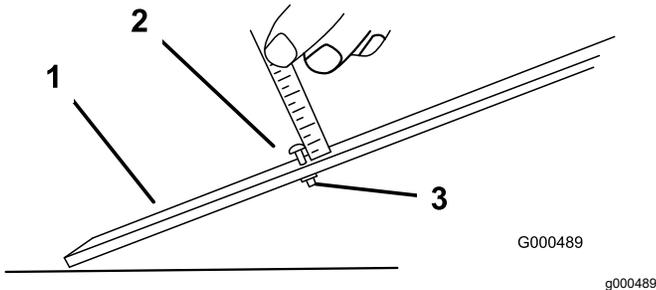

図 13
1. ゲージバーのナットをゆるめ、調整ボルトを希望の刈り高に合わせる 図 13。